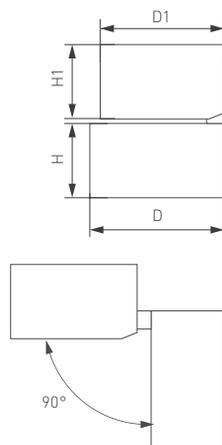

Рис. 1. Чертеж и габаритные размеры
- 3.1. Открутите винт [4] крепления монтажного основания [1] (здесь и далее см. рис. 1).